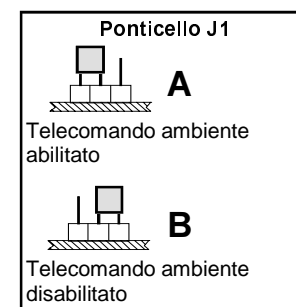

Fig. 10: Collegamenti elettrici nel caso di collegamento con servomotore
- Verificare la correttezza dei collegamenti come indicato dalle figure 10 e 11.